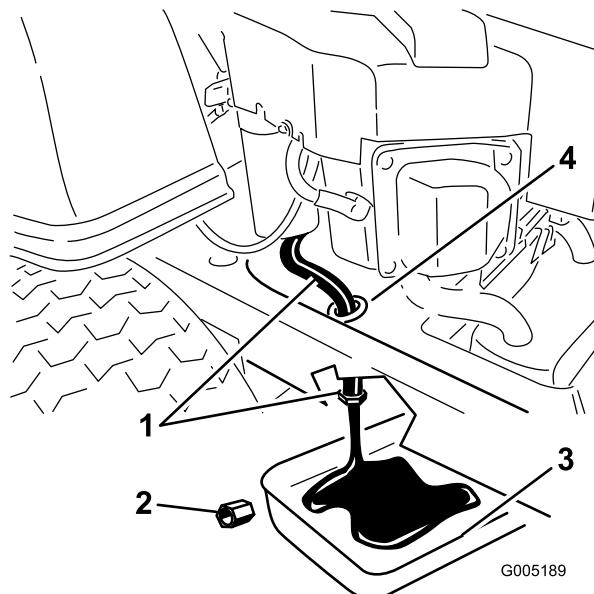

Figura 31
5. Localice el manguito de vaciado del aceite, en el lado izquierdo del motor. El tapón de vaciado está conectado a un manguito de vaciado que pasa por un orificio de vaciado en el bastidor de la máquina (Figura 31). Limpie la zona alrededor del tapón de vaciado de aceite y el manguito de vaciado del aceite.
6. Coloque un recipiente debajo de la máquina, directamente debajo del manguito de vaciado del aceite, según se muestra en Figura 31.
7. Usando dos llaves inglesas (una para sujetar el manguito de vaciado del aceite y la otra para aflojar el tapón), retire el tapón de vaciado de aceite (Figura 31).
- Cuando se haya drenado completamente el aceite, coloque el tapón de vaciado. Apriete el tapón a 14 Nm. Limpie cualquier exceso de aceite (Figura 31).